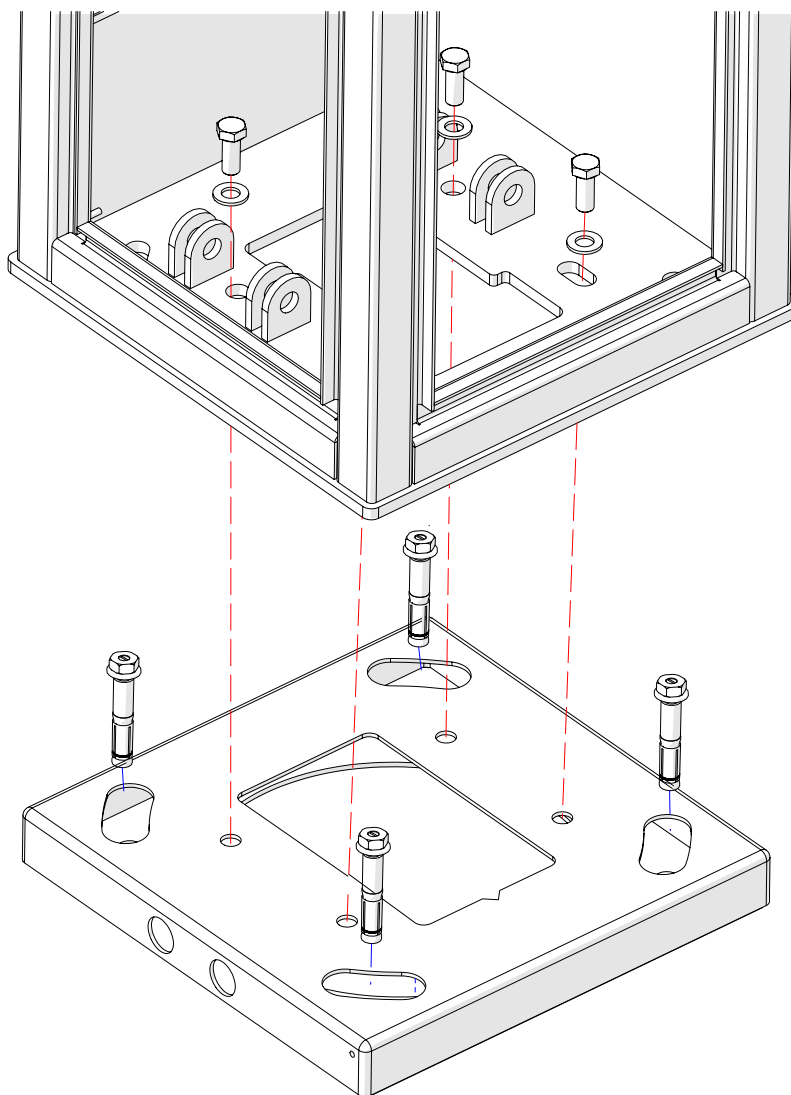

Fig. 17 - Installation av stålsöcket
2. Kontrollera basens placering i förhållande till bommen (skårets läge,  $\Rightarrow$  fig. 17).